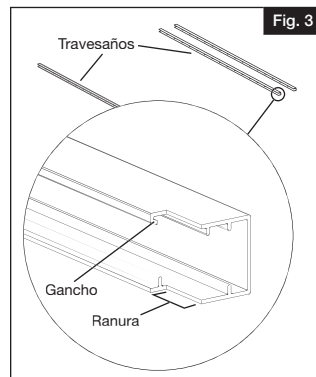

Fig. 3
- Si le queda un espacio menor a un panel completo, puede cortar el panel con una següeta para que quepa en el espacio. Entalle los extremos cortados de los travesaños horizontales para que asienten en el interior del poste (Fig. 3).
Coloque los travesaños superior e inferior sobre una superficie lisa, plana y limpia. Coloque los travesaños de modo que el gancho en "J" por dentro de los travesaños se encuentra en la parte superior, con la "J" hacia abajo (Fig. 3).
- Asegúrese de colocar correctamente los ganchos en "J" como se muestra en la imagen (Fig. 3); de lo contrario, las tablas en punta no encajarán en su lugar, y el panel no estará fijo.
Excavar los primeros dos hoyos de poste. El tamaño del hoyo debe ser excavado en base a la siguiente determinación: La profundidad se determina con la medición de la línea de congelamiento local, más 15.25 cm (6 pulgadas) de grava o relleno (Fig. 3). La anchura es de 15.25 cm (6 pulgadas)
Repita la operación cavando el siguiente hoyo y rellenándolo con 15.25 cm (6 pulgadas) de grava. Luego inserte el siguiente panel en el poste previamente instalado. Coloque el siguiente poste en el hoyo excavado, y deslice el poste en los travesaños del panel tanto como se pueda (Fig. 3).